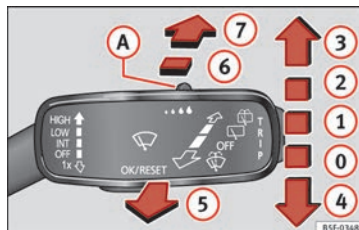

Fig. 140 O manípulo do limpa-vidros.
- Se desejar apenas limpar o para-brisas **rapidamente** desloque o manípulo para baixo, até à posição **4** »» **Fig. 140**.
- Empurre o manípulo para cima, até à posição **1** »» **Fig. 140**.
- Empurre o manípulo para cima, até à posição **2** »» **Fig. 140**.
- Empurre o manípulo para cima, até à posição **3** »» **Fig. 140**.
- Puxe o manípulo para o volante, posição **5** »» **Fig. 140**, para pôr em funcionamento o lava para-brisas e o limpa para-brisas.
- Pressione o manípulo para a frente até à posição **6** »» **Fig. 140**, o limpa-vidros traseiro é acionado em intervalos de 6 segundos.
- Pressione o manípulo completamente para a frente até à posição **7** »» **Fig. 140**, o limpa-vidros e o lava-vidros funcionam simultaneamente.
» **Fig. 140.**
Se estiverem ligados os médios ou os máximos e mover o manípulo até à posição ⑤ » **Fig. 140.** ativa por um breve período os lava-faróis. Os lava-faróis são também acionados a cada 10 vezes que se ative o lava para-brisas.